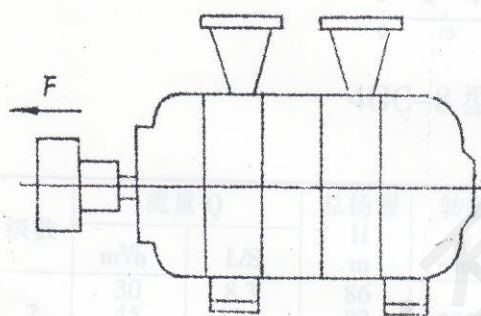

图 1
- b. 调整两联轴器间隙前,必须先将泵轴向泵联轴器方向即 F 向最大限度地外拉(参见图 1),直到不能移动为止(多级离心泵运转时转子的串动是正常现象),然后再进行调整。